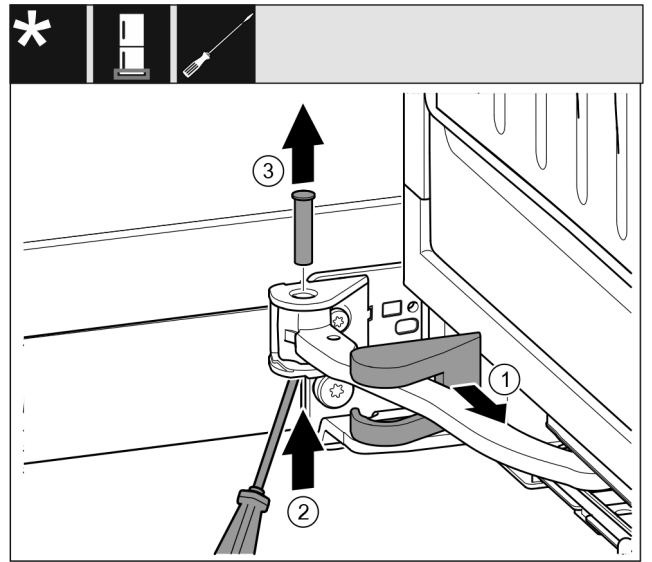

Fig. 15
- ▶ Зніміть кришку опорного кронштейна Fig. 15 (1) та перемістіть вздовж шарніра.
- ▶ Рукою чи викруткою підійміть штифт Fig. 15 (2) знизу.
- ▶ Витягніть штифт Fig. 15 (3) угору.